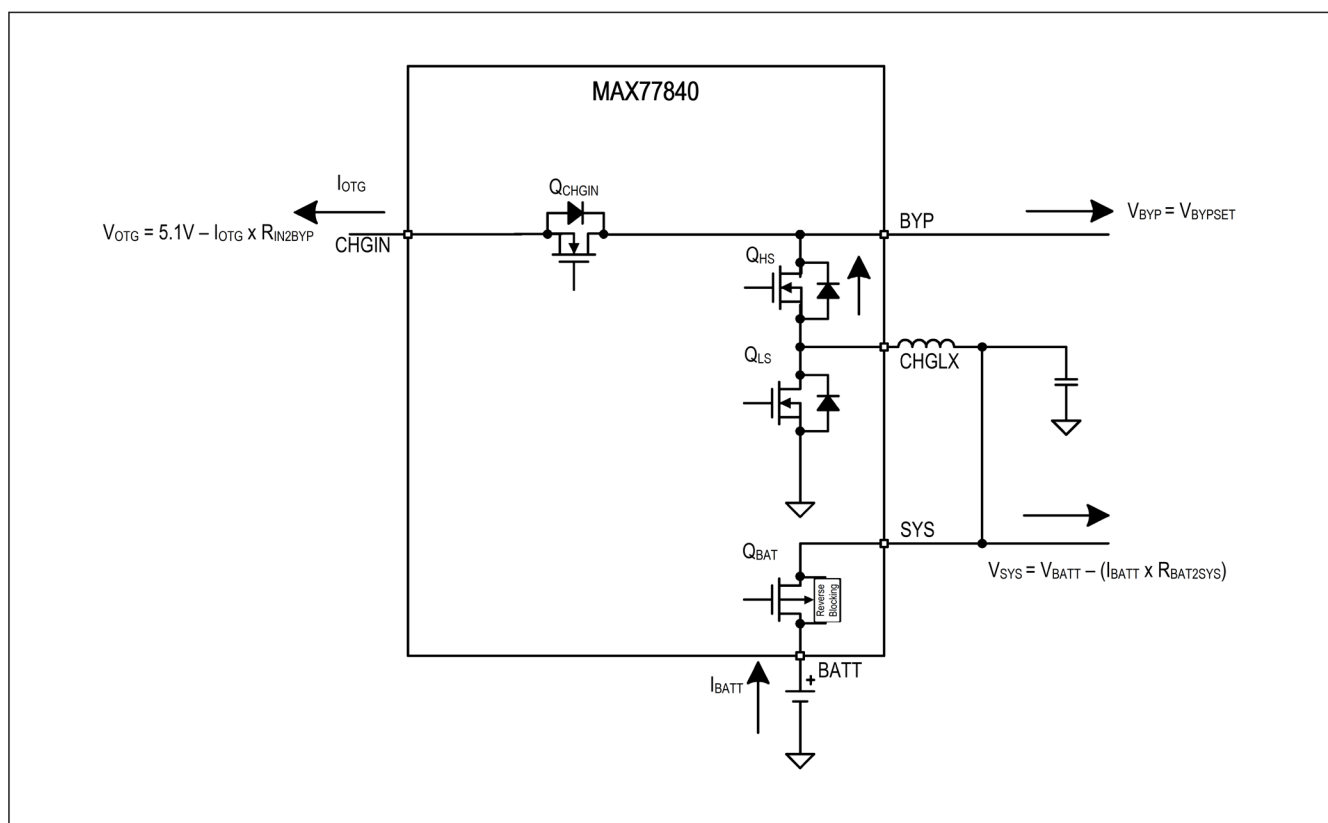

図6. バッテリ - 昇圧(OTG)
4. バッテリ - 昇圧 (OTG)、MODE = 0x0A: OTGがアクティブです (Q_{CHGIN} = オン)。バッテリーが接続されSYSとOTGの負荷に給電しています (Q_{BAT} = オン)。また、チャージャは昇圧モードで動作しています (Boost = オン)。図6を参照してください。